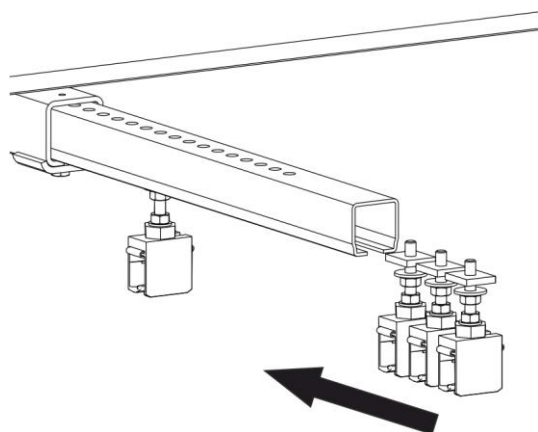

Fig. 54 : Pousser les supports de rail suivants dans le bras de serrage.
- Pousser les supports de rail suivants dans le bras de serrage/rail C (voir Fig. 54).